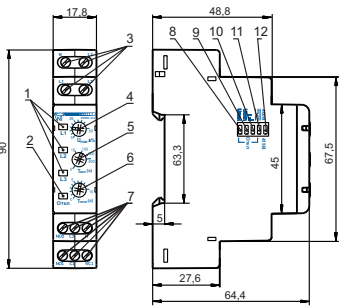

Рисунок 1
2) Регулятором **Уном ±%** (поз.4 рис. 1) установите необходимый порог срабатывания по максимальному и минимальному напряжению в процентах от номинального напряжения питания сети.
3) Регулятором **Тоткл (с)** (поз.6 рис. 1) установите время срабатывания защиты.
4) Регулятором **Твкл (с)** (поз.5 рис. 1) установите время АПВ.
5) Переключателями срабатывания защиты (поз. 8 – 11 рис. 1) включите необходимые защиты.
6) Переключателем **400 В / 415 В** (поз. 12 рис. 1) установите тип используемой сети.
*Если Вы планируете использовать изделие в режиме «Контроль максимального напряжения» (разд. «Работа изделия»), разрыв питания катушки КМ необходимо подключить к клеммам **C1-NC1 (C2-NC2)** (обратная логика включения). Переключатель **Umax** (поз. 8 рис. 1) переместите в положение «Включено», а переключатели **☒**, **☑**, **Umin** – в положение «Откл».*